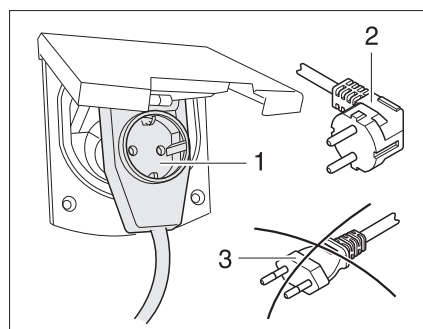

Fig. 298 Collegamento a un connettore a gomito con presa
► Se si utilizza un connettore a gomito CEE 17 con presa sul retro (Fig. 298,1), utilizzare solo una spina IP 44 con isolamento di gomma e sigillata con contatto di terra (Fig. 298,2). Non utilizzare spine senza contatto di terra (Fig. 298,3). Pericolo di folgorazione elettrica!